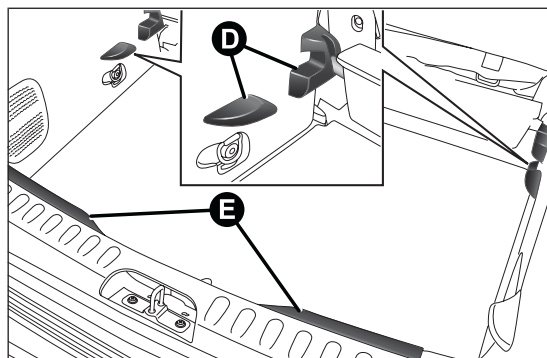

fig. 92
- ☐ successivamente riposizionare correttamente il piano B nelle relative sedi D fig. 92 presenti sui fianchetti laterali e sulla traversa posteriore E.